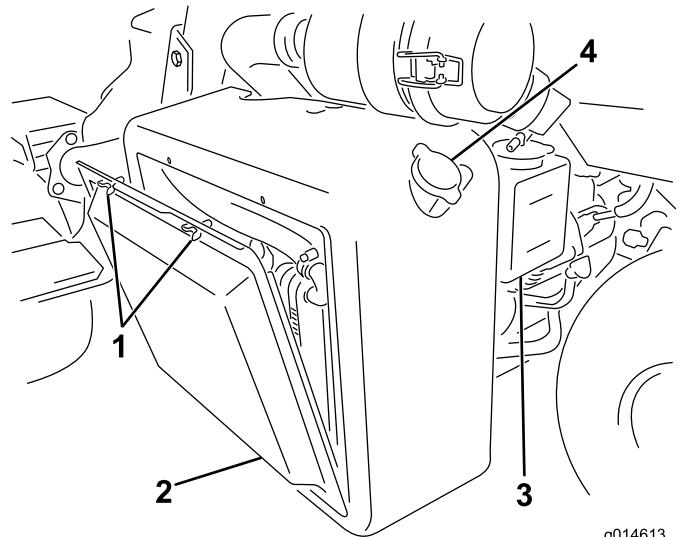
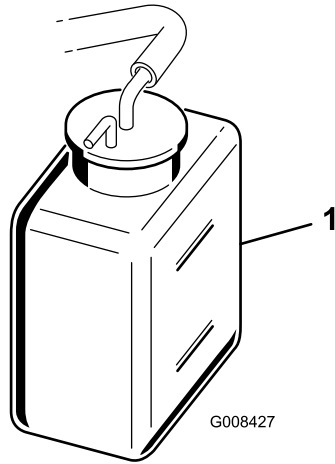

图47
图48
1. 拆下散热器吸风滤网（图47）。
2. 检查冷却液液位（图47 和图48）。